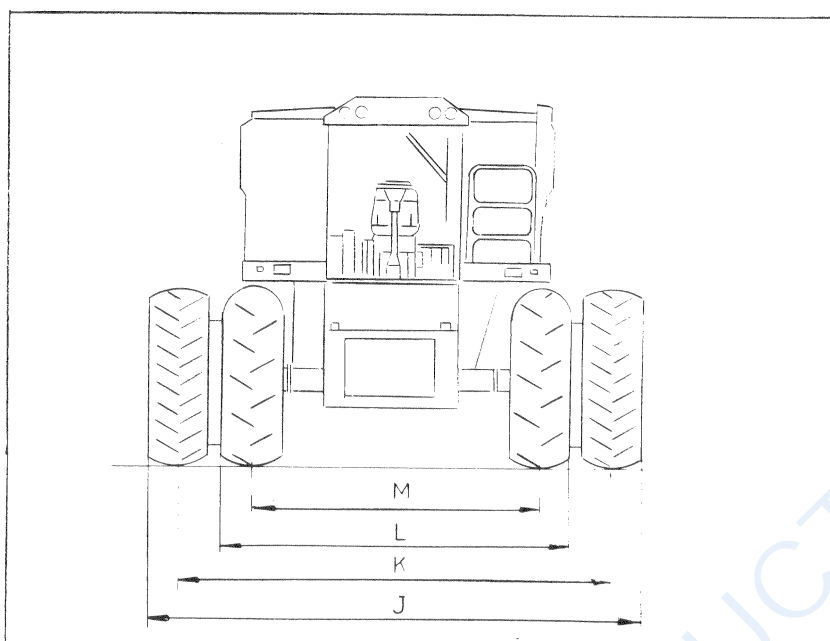

Fig. 219
- Avec roues motrices jumelées (si montées) [Figure 219] (Prolonges d'essieu en place)